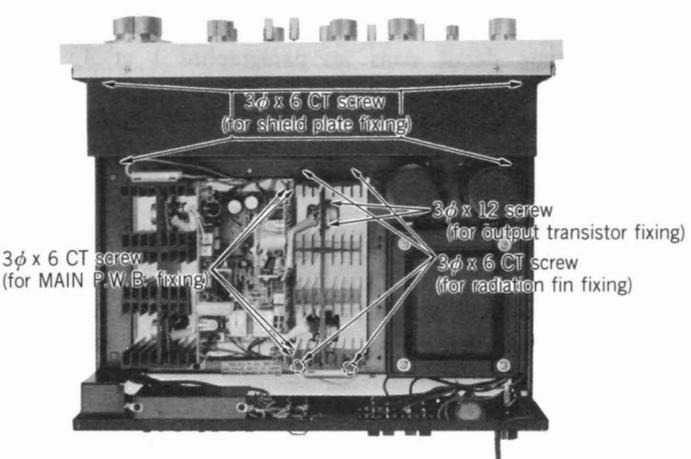

Fig. 2
- (1) Remove the top cover and Front panel as described in DISASSEMBLY items 1, 3.
- (2) Remove the four screws of the shield plate. (Fig. 2)
- (1) After removing item 3, remove the four screws. (Fig. 2)
- (2) Remove the four screws of the printed wiring board. (Fig. 2)
- (1) After removing item 4, remove the two screws at each transistor. (Fig. 2)
- (2) Pull out the transistor from the Radiation fins.
- (1) Déposer le capot supérieur et le panneau avant comme décrit dans les paragraphes 1 et 3 (DÉMONTAGE).
- (2) Défaire les quatre vis de fixation de la plaque de blindage comme le montre la Fig. 2.
- (1) Déposer le capot supérieur, la plaque inférieure et le panneau avant comme décrit dans les paragraphes 1, 2 et 3.
- (1) Après avoir réalisé les opérations de dépose 3., défaire les quatre vis de fixation comme le montre la Fig. 2.
- (2) Défaire les quatre vis de la plaque de circuit imprimé comme le montre la Fig. 2.
- (1) Après réalisation des opérations 4, défaire les deux vis de fixation de chaque transistor comme le montre la Fig. 2.
- (2) Séparer le transistor des ailettes de rayonnement.